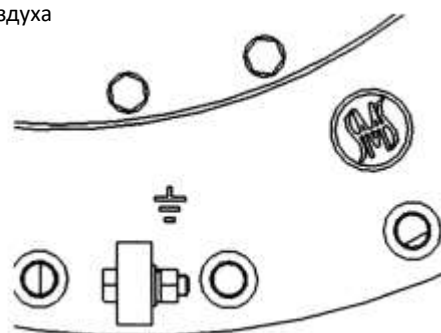

Рис. 60
1. Соедините заземляющий болт головки устройства РПН (1 болт с гайками М12 , ключ №19, момент затяжки 50~60 Н•м) с крышкой трансформатора (Рис. 60).